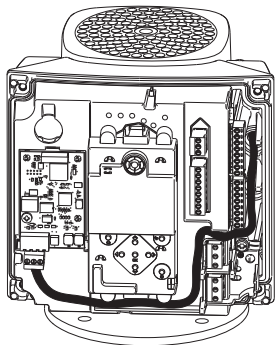

Рис. 68 Пример проводки
8. Проложите провода для модуля СИМ. См. пример на рис. 68.